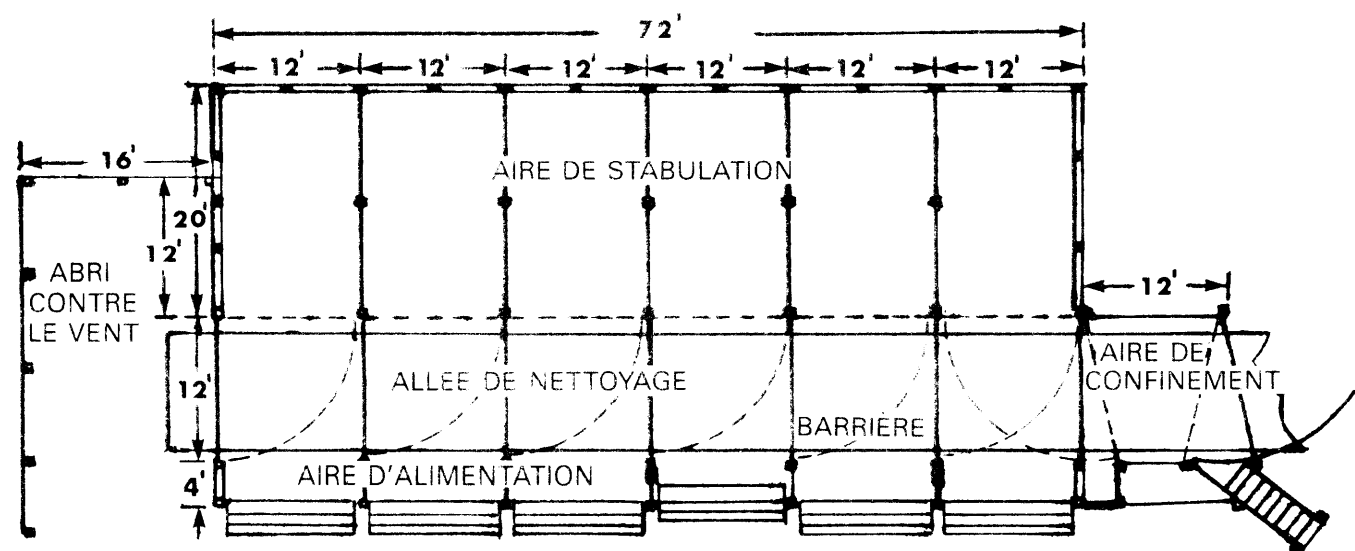

FIGURE 2 PLAN DE L'ÉTABLE À FAÇADE OUVERTE
**AGENCEMENT DU BÂTIMENT** Une étable de 20 x 72 pi constituera un espace pour loger un troupeau de 40 génisses pendant deux ans. Selon le plan, l'aire (le stabulation est divisée en six enclos dans lesquels les génisses seront regroupées en fonction de leur taille, ce qui favorise une meilleure croissance (Figure 2). Si un enclos n'est pas occupé, il peut être utilisé pour stocker des aliments, pour loger à l'écart quatre à six vaches tarées ou pour élever des taurillons.